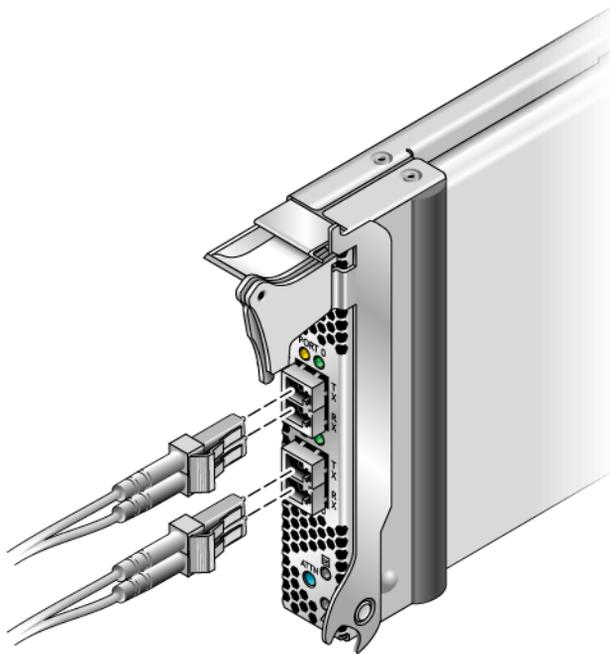

FIGURE 2-2 Connexion des câbles optiques
1. **Branchez une extrémité du câble en fibre optique sur un connecteur LC du HBA (voir FIGURE 2-2).**